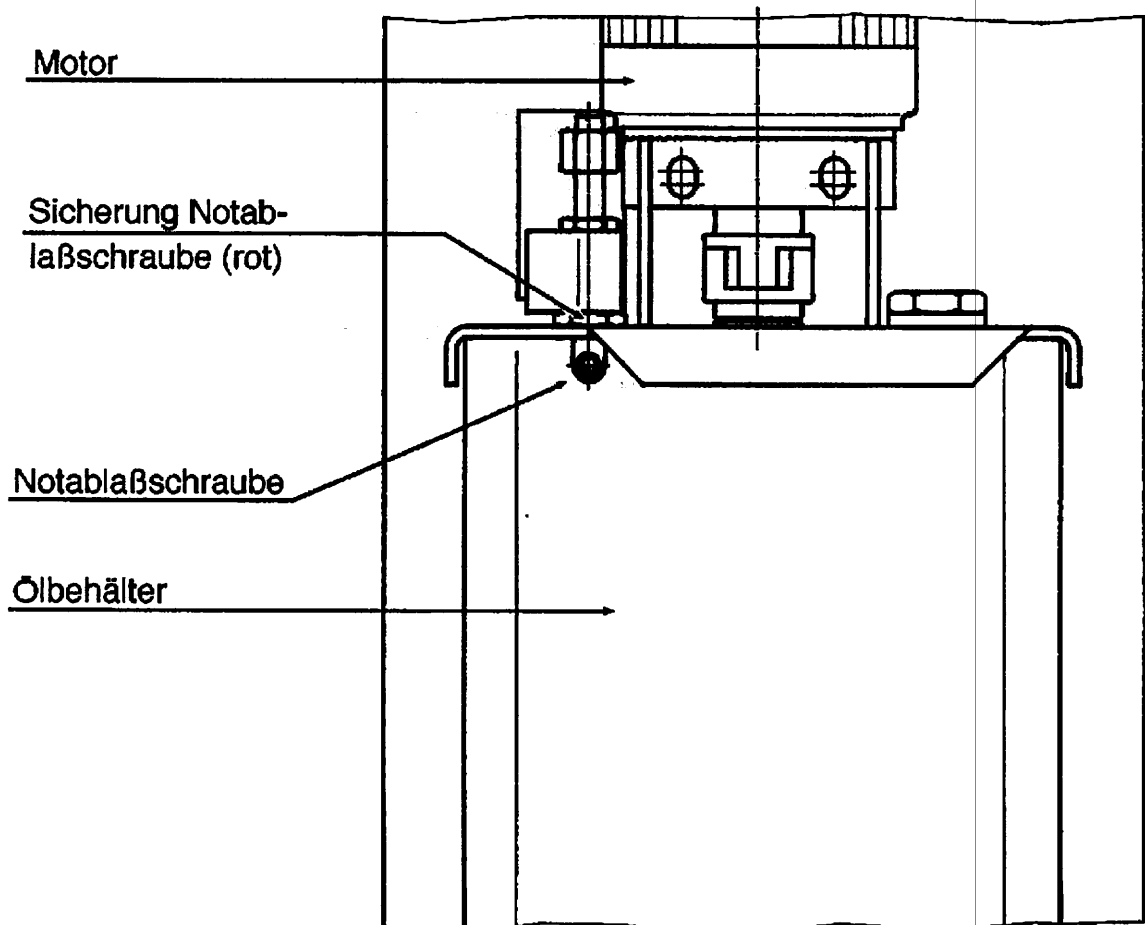

Bild 6: Lage der Notablaßschraube im Bedienungsaggregat
- Notablaßschraube am Hydraulikblock oder im Ölbehälter (siehe Bild 6) ist nicht geschlossen
- Am Hydraulikblock im Bedienaggregat Sicherungsschraube der Notablaßschraube (rot gekennzeichnet) mit einem Innensechskantschlüssel lockern (siehe Bild 6).